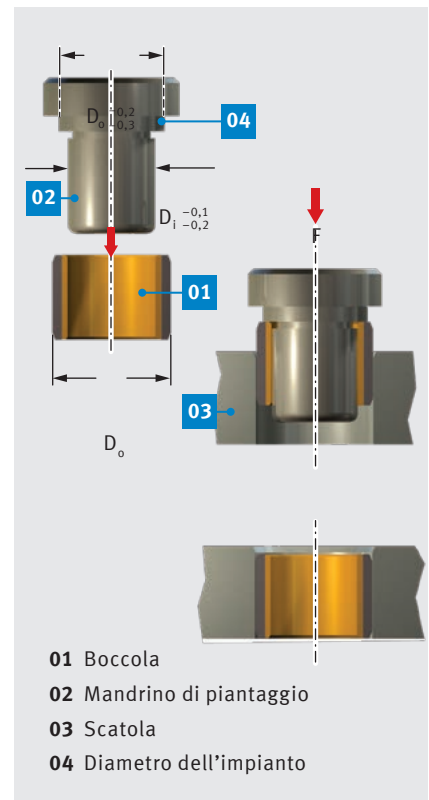

Fig. 53: Piantaggio infossato  $D_o \leq 55$  mm
- piantaggio infossato con mandrino senza anello ausiliario secondo fig. 53.